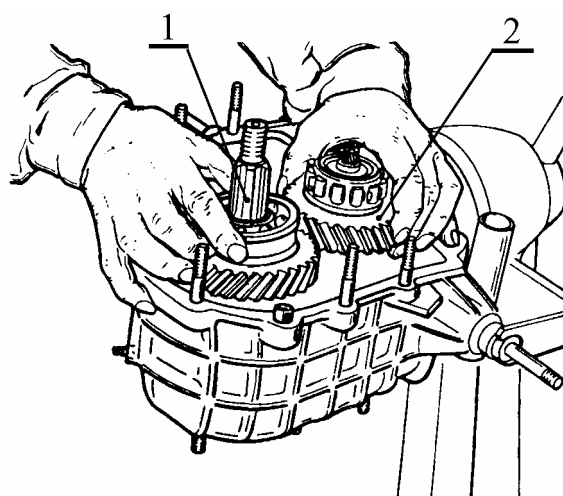

Рис.46. Установка в картер раздаточной коробки ведущего и промежуточного валов:
5.8 Установить в картер раздаточной коробки одновременно ведущий 1, рис.46, и промежуточный 2 валы (молоток с пластмассовым бойком).